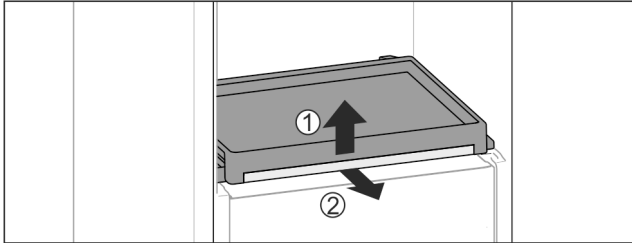

Fig. 35
- ▶ Вынуть выдвижную панель со стеклянной панелью: Слегка приподнимите спереди стеклянную полку Fig. 35 (1) и потяните вперед Fig. 35 (2).